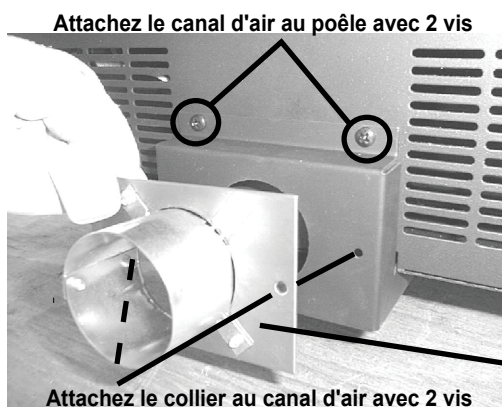

Figure 20.3
3. Visez le canal d'air à l'appareil avec 2 vis et visez le collier au canal d'air avec 2 vis (**Figure 20.3**).